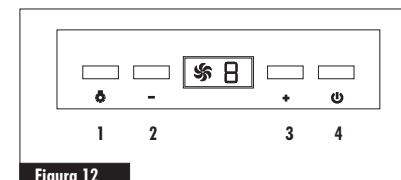

Figura 12
- Para as coifas C6PASB e C9PASB, o controle digital possui 4 botões (Figura 12).